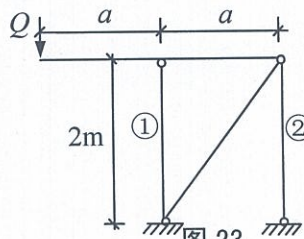

图 23
3 如图 23 所示, 结构木杆①、②的尺寸及许用应力均相同, $[\sigma] = 10\text{Mpa}$, 承载力折减系数 φ 与 λ 的关系是: 当 $\lambda \leq 80$ 时, $\varphi = 1.02 - 0.55\left(\frac{\lambda + 20}{100}\right)^2$; 当 $\lambda > 80$ 时, $\varphi = \frac{3000}{\lambda^2}$ 。试由
①、②杆的安全出发, 确定许用荷载 $[Q]$ 。(10 分)